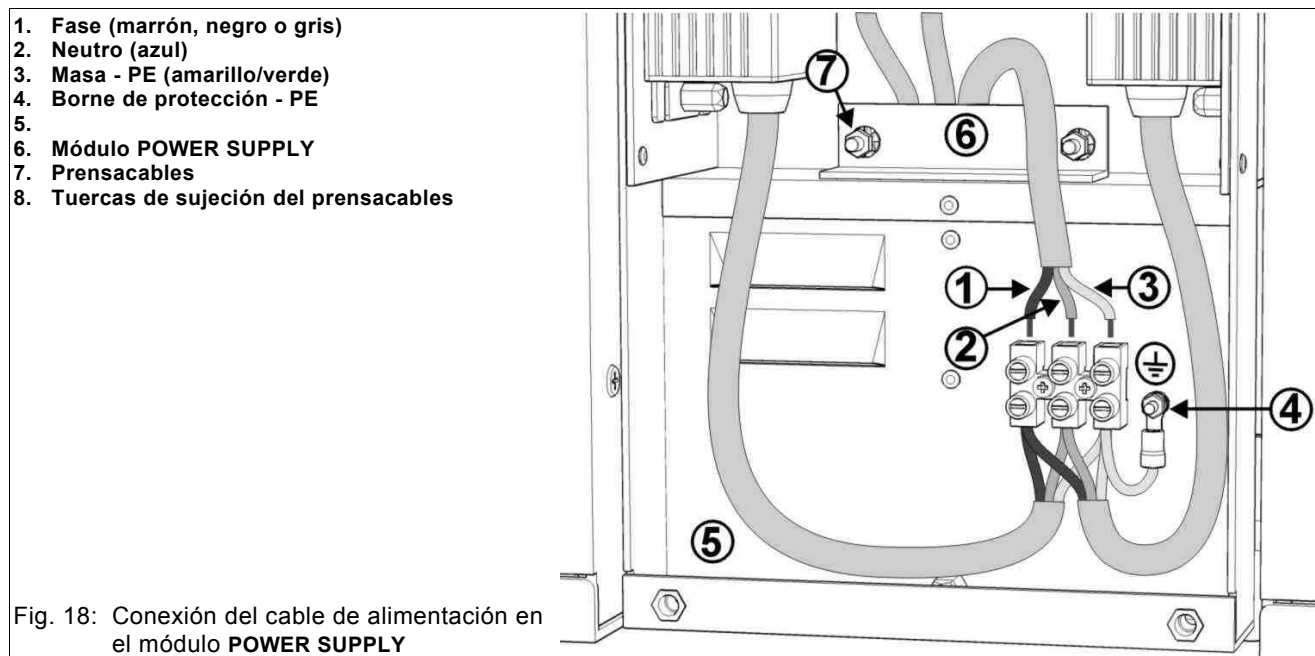

Fig. 18: Conexión del cable de alimentación en el módulo **POWER SUPPLY**
1. Quitar el panel frontal y la tapa trasera de entrada de los cables (Fig. 10, Fig. 11) del módulo **POWER SUPPLY**. Luego, aflojar los tornillos de sujeción del prensacables (Fig. 18).
3. Introducir el cable de alimentación definitivo y conectar los hilos, con su correspondiente terminal tubular, a los bornes de tornillo, como se indica en la Fig. 18.
5. Fijar el prensacables atornillando las dos tuercas (Fig. 11, Fig. 18), asegurándose de que la entrada de los cables quede bien cerrada y no puedan entrar insectos. Por último, cerrar el panel frontal y la tapa trasera del módulo **POWER SUPPLY**.
- Si con un multímetro se comprueba que no llega corriente a los bornes (véase la Fig. 18), comprobar el cable de alimentación eléctrica.